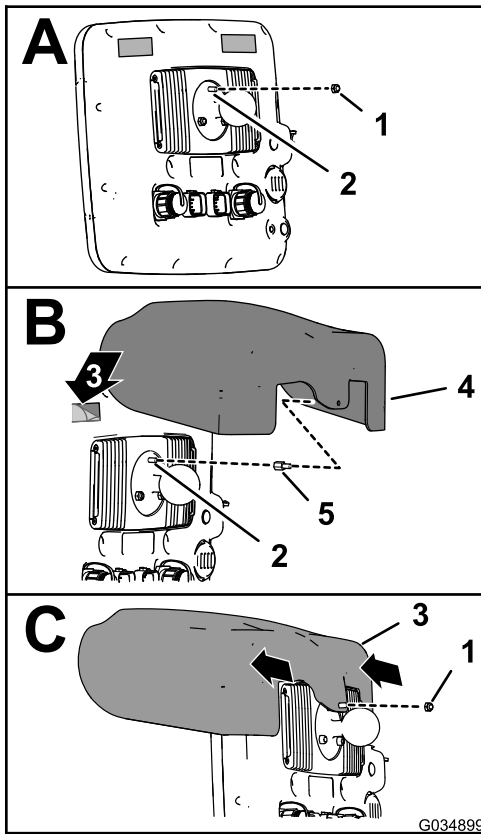

図 6
1. スプレーヤ用モニタの裏側で、2つのコネクタ26ピンを下側に向けた時に上側になる5mmのロックナットボールピボットフィッティング用のスタッドについているを外す 図 6のA。
3. ボールピボットのフィッティングにスタンドオフを取り付け 図 6のB、スタンドオフを 250N·cm 0.25kg·m = 22in·lbにトルク締めする。
5. 粘着シール2枚 図 6のB、X30 スプレーヤモニタに粘着シールを貼り付ける (ページ 2)で貼り付けたものの裏紙を剥がす。
6. ねじ山付きスタンドオフのスタッド部分に、フードの穴を合わせる 図 6のB。
7. フードを固定する 図 6のCステップ 1で外したロックナット5mmを使用する。